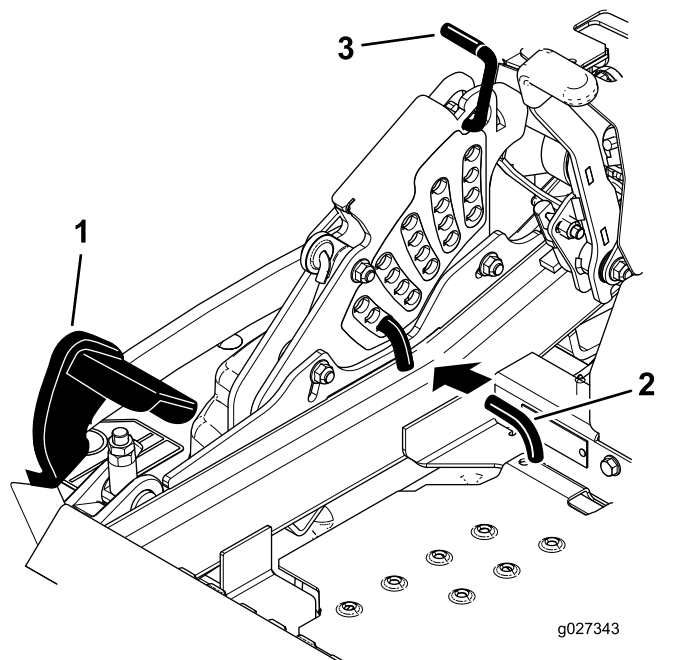

Figure 100
5. Enfoncez la pédale de levage du tablier de coupe au maximum pour verrouiller le tablier à la position transport de 14 cm (5½ po) (Figure 100).